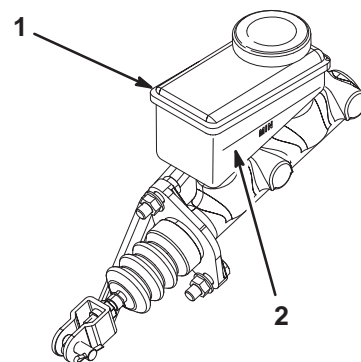

Bild 23
2. Sehen Sie sich die Seite des Behälters an. Der Stand sollte über der Minimummarkierung liegen (Bild 23). Wenn die Bremsflüssigkeit niedrig ist, reinigen Sie den Bereich um den Deckel, nehmen Sie den Deckel ab und füllen Sie den Behälter bis über die Minimummarkierung. **Nicht überfüllen.**